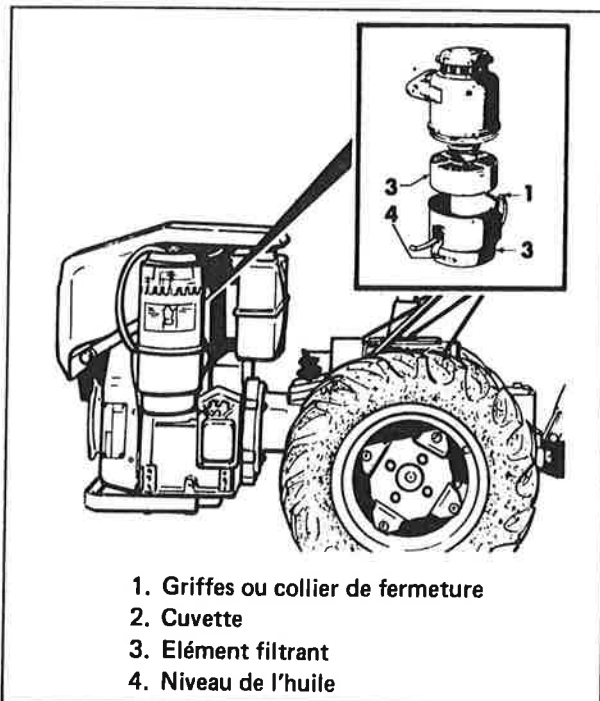

Figure 20. Filtre à air du moteur (en bain d'huile)
**FILTRE DE L'AIR:** en conditions ambiantes caractérisées par excès de poussière, nettoyer la cartouche. Opérer comme indiqué (voir la fig. 20):
- desserrer les griffes ou le collier (1) et enlever la cuvette (1);
- laver l'élément filtrant (3) avec du pétrole ou du solvant et remplacer au cas où les mailles métalliques seraient bloquées ou endommagées;
- nettoyer la cuvette (2) avec du pétrole et la remplir avec de l'huile propre (même huile du moteur) jusqu'au niveau (4).